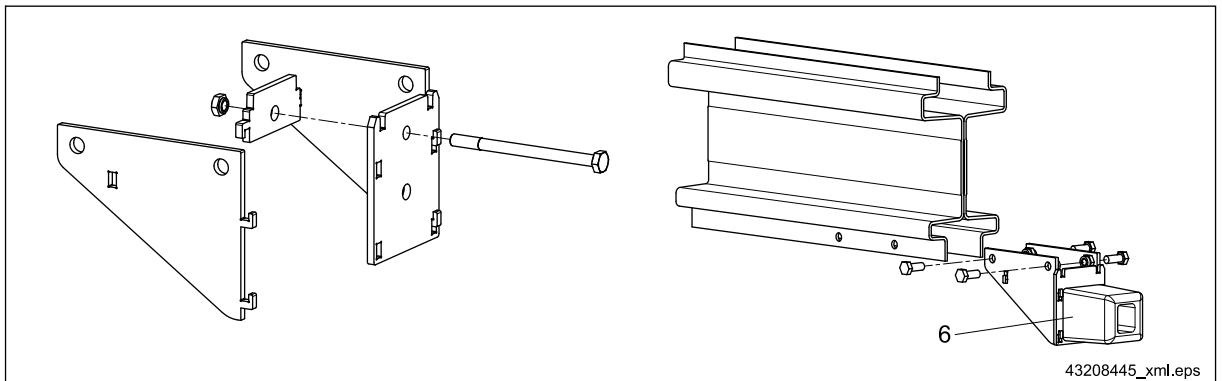

Abb. 33
1. Befestigen Sie den Bahnpuffer (6) mit den Passschrauben am unteren Steg des Profiles. Bohren Sie hierzu 4 Löcher, $\varnothing$ 11 mm. Der Anbau dient als Bohrschablone. Anordnung der Schrauben gemäß $\Rightarrow$ Abb. 33, Seite 45. Der Bahnpuffer ist ein Auffahrtsschutz für Leitungswagen oder eine Fahrbegrenzung für Katzen und Krane.